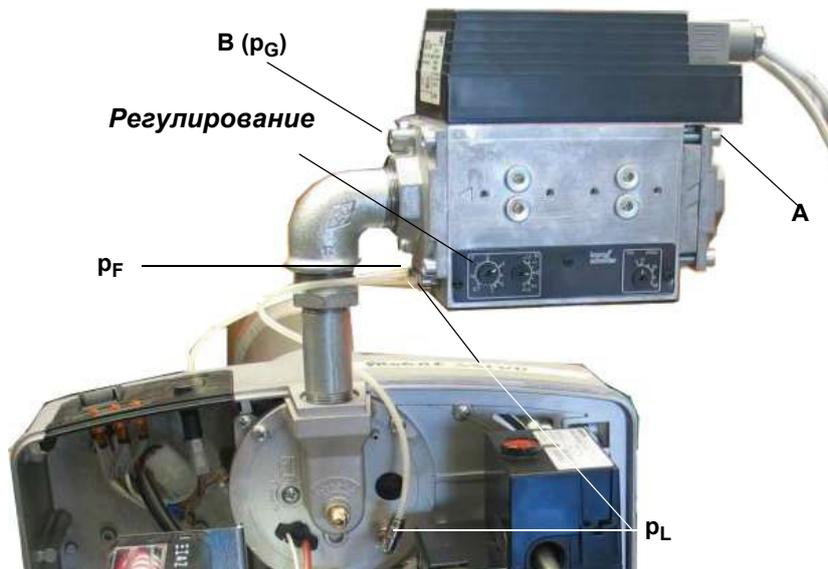
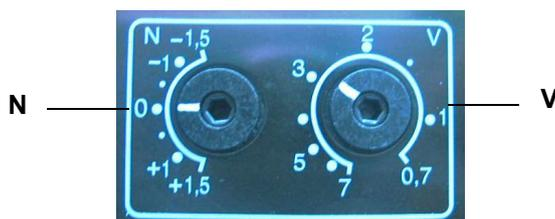

Рис. 22
Рис. 23
Передаточное соотношение **V** - следующее (см. рисунок Рис. 22 - Рис. 23):
- 1 Включить горелку на малом пламени: если горелка не запускается, повернуть слегка **N** в направлении + и повторить запуск (см. Рис. 23). Замерить давление газа **p_G** на **B** (см. рисунок Рис. 22)
- 2 Замерить давление воздуха **p_L** на горелке (см. Рис. 22) и отрегулировать давление газа на **N** (см. Рис. 23)
- 3 Перевести горелку, по возможности плавно, в режим большого пламени и отрегулировать на **V** (см. рисунок Рис. 23) давление газа на основании мощности котла.
- 6 Снять анализы уходящих газов и на **N** (см. рисунок Рис. 23) отрегулировать давление газа по значениям анализов
- 11 Не закрывать штуцер **p_F**, если он имеется в наличии, и если он не использовался (vedi figura Рис. 22)
V = Не регулировать передаточное соотношение на слишком высокое значение! Давление газа на **B** ниже давления газа на **A** (см. рисунок Рис. 22) минус потеря давления компактного блока.
- 2 Замерить давление газа **A** и **B** (см. Рис. 22)